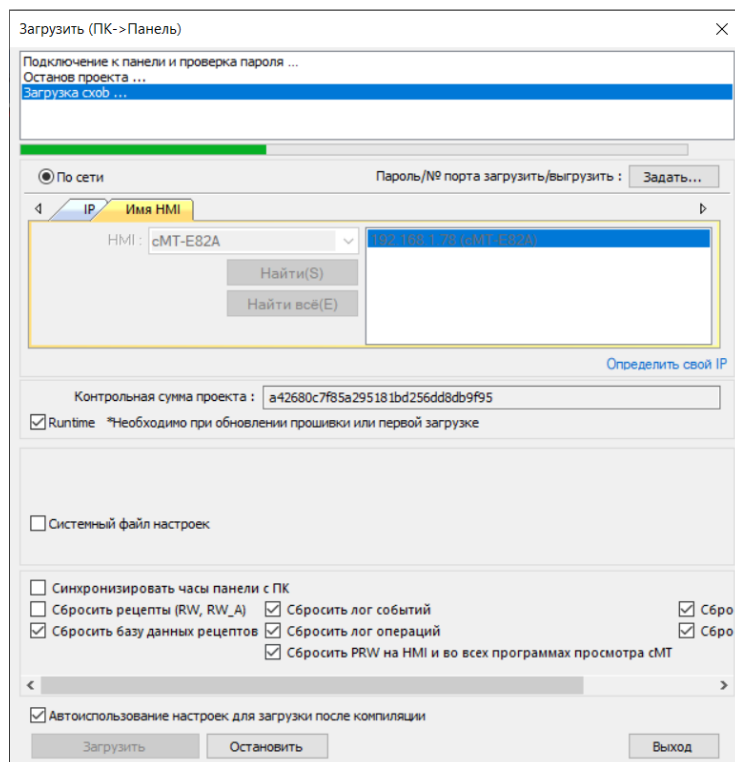

Рисунок 4.18 – Процесс загрузки прикладного ПО в панель оператора
5. После нажатия кнопки «Загрузить», начнется процесс загрузки прикладного ПО в панель оператора (рисунок 4.18).